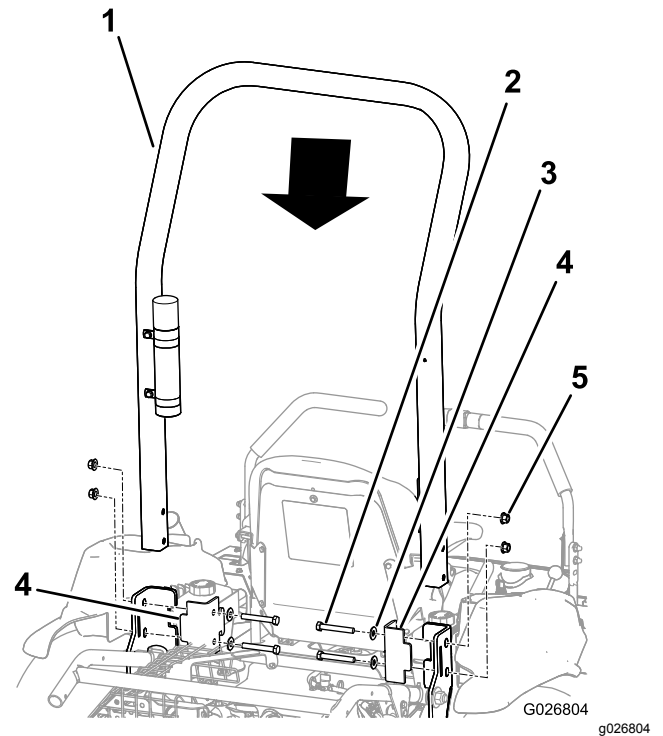

Figura 6
2. Posizionate il roll bar sulla macchina come illustrato in Figura 6.